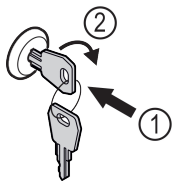

Fig. 143
- ▶ Klíč zasuněte dovnitř Fig. 143 (1).
- ▶ Otáčejte klíčem o 90° ve směru hodinových ručiček Fig. 143 (2).